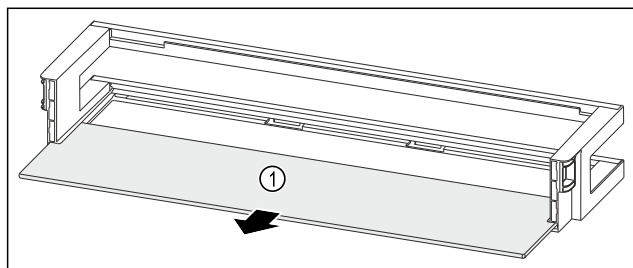

Fig. 56 Balconnet de contre-porte avec tablette de rangement
- Retirer la tablette de rangement Fig. 56 (1).